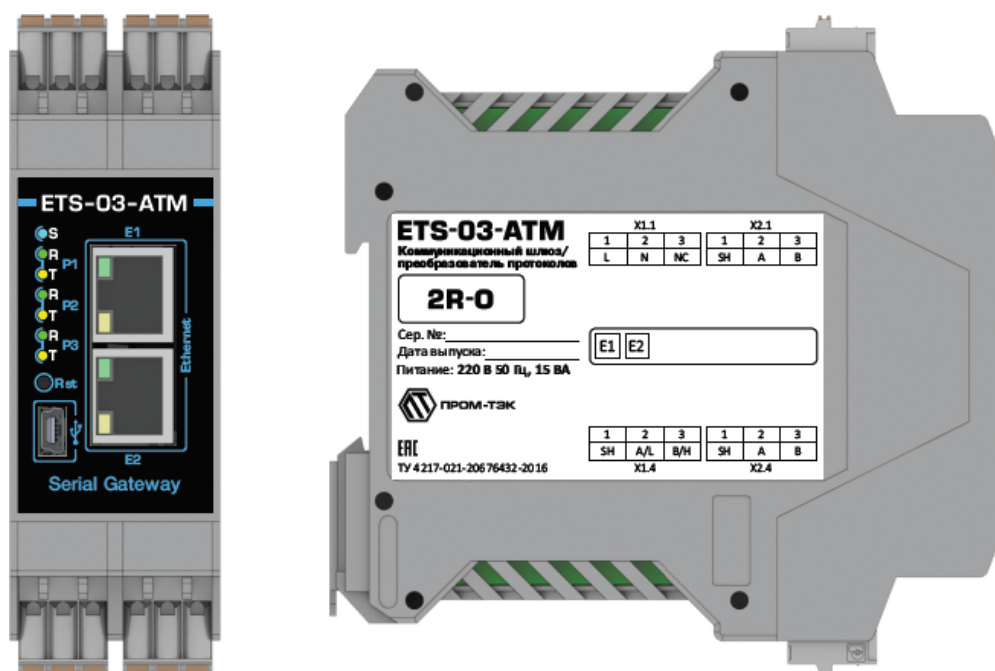

Рисунок 3.1 – Внешний вид устройства
3.2.2 Внешний вид устройства показан на рис. 3.1.